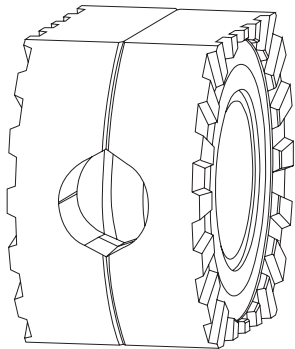

Рис. 4
10. Объедините обе распорные муфты со штифтами, пружинками и дистанционными кольцами в сборе в один пакет. Штифты одной муфты должны быть расположены напротив колдцев с пружинками другой муфты (**Рис.4**).